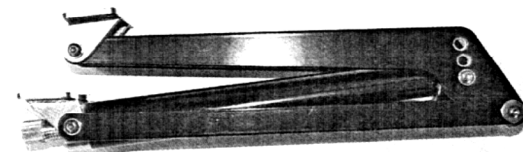

Fig. 2
- I richting de wand / aan de buitenkant van de ventilatie opening; zie fig. 2+5
- II Aan de binnenkant van de ventilatie opening: zie fig. 2+6
1. Bepaal eerst in welke richting de Schokdemper geplaatst moet worden, door te kijken welke kant de cilinder op moet wijzen (zie fig. 5+6). Indien dit niet overeenkomt zoals de raamopener is geleverd, dan moet zelf de demper losgeschroefd worden en 180° omgedraaid worden, waarna deze weer wordt vastgeschroefd. (zie fig. 2 + 3 + 4)